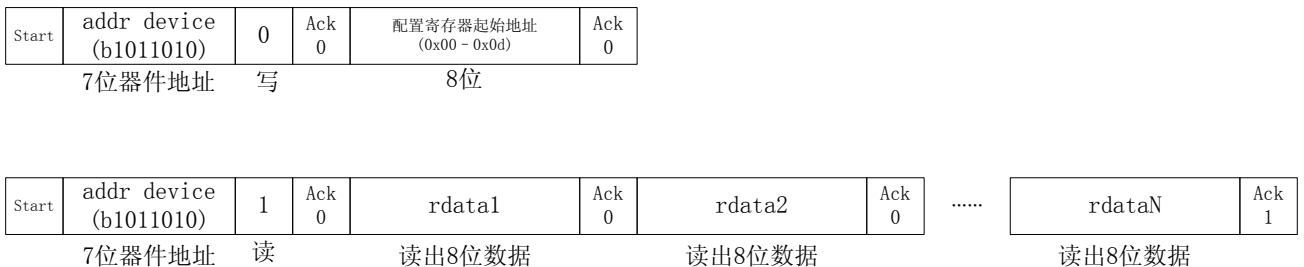

图 8.1b I2C 读操作
1. MCU 发 EG1501 的写操作地址 0xB4h, 既如图 8.1b 所示的高位 7 位器件地址的 b1011010 和写操作位 bit0 为“0”。